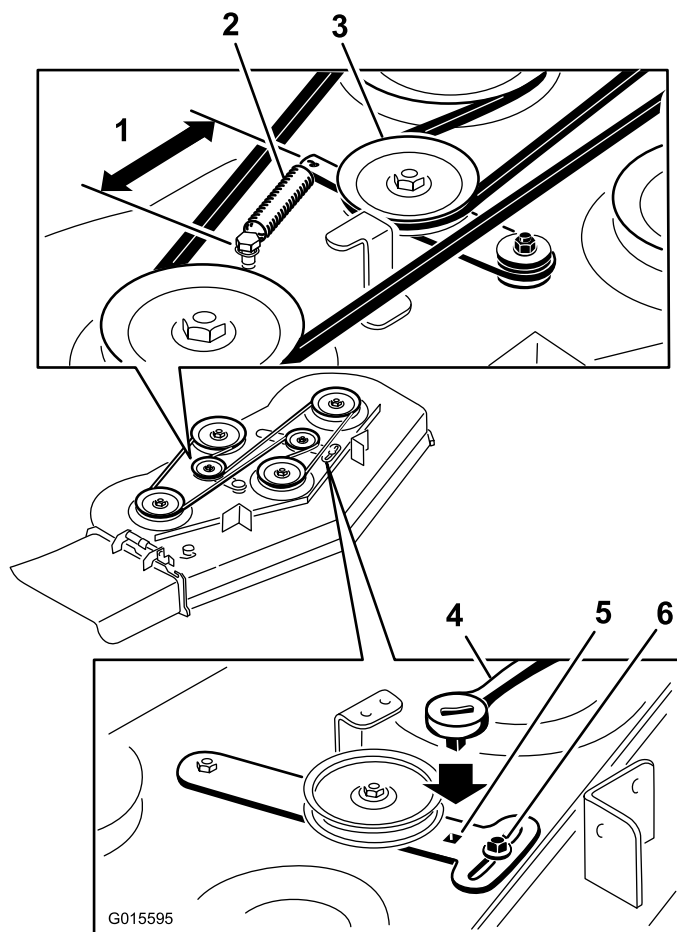

図 66
5. ベルトを取り外す (図 66)。
6. デッキ・プーリとクラッチ・プーリに新しいベルトを掛け回す (図 66)。
7. アイドラ・アームにラチェットを差し込んでアイドラ・プーリを締め付け、スプリングの長さ (フックからフックまで) を 165 mm とする (図 66)。